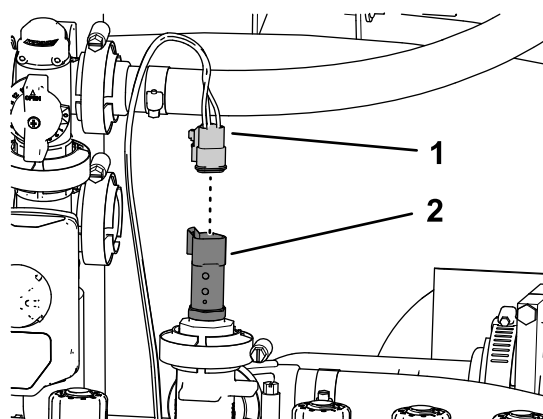

Figura 133
1. Insira o conector de três tomadas da secção com 61 cm da cablagem do kit rotulado CUNHA VERDE DO TRANSDUTOR DE PRESSÃO (pressure transducer green wedge) no conector de três pinos do transdutor de pressão (Figura 133).